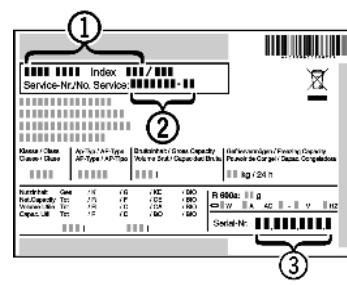

Fig. 12
- Наименование устройства *Fig. 12 (1)*, сервисный № *Fig. 12 (2)* и серийный № *Fig. 12 (3)* считайте с заводской таблички. Заводская табличка находится внутри устройства слева.
- Обратитесь в сервисную службу и сообщите вид неисправности, наименование устройства *Fig. 12 (1)*, сервисный № *Fig. 12 (2)* и серийный № *Fig. 12 (3)*.